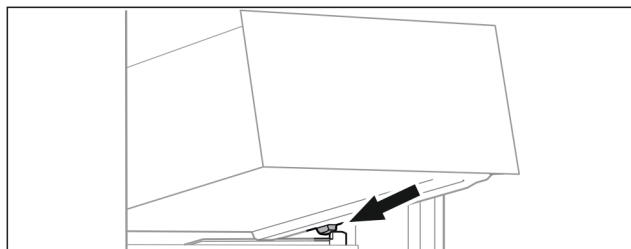

Fig. 65
- ▶ Nasad'te zásuvku šikmo za zarážku na žebrování na nádoby. (viz Fig. 65)